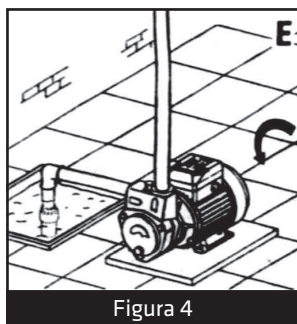

Figura 4
- 5- Observe logo na partida, pelo lado traseiro do motor, se este gira no sentido correto indicado pela seta no corpo da bomba. Caso contrário, inverta o giro do mesmo através dos fios de ligação do motor elétrico (**Figura 4**).